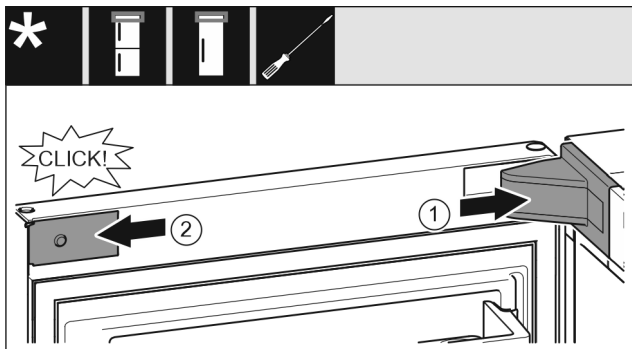

Fig. 22
- ▶ 放上并插入托架盖 Fig. 22 (1)，如有必要小心地按压分开。
- ▶ 将隔板 Fig. 22 (2)放置到侧面并插入。